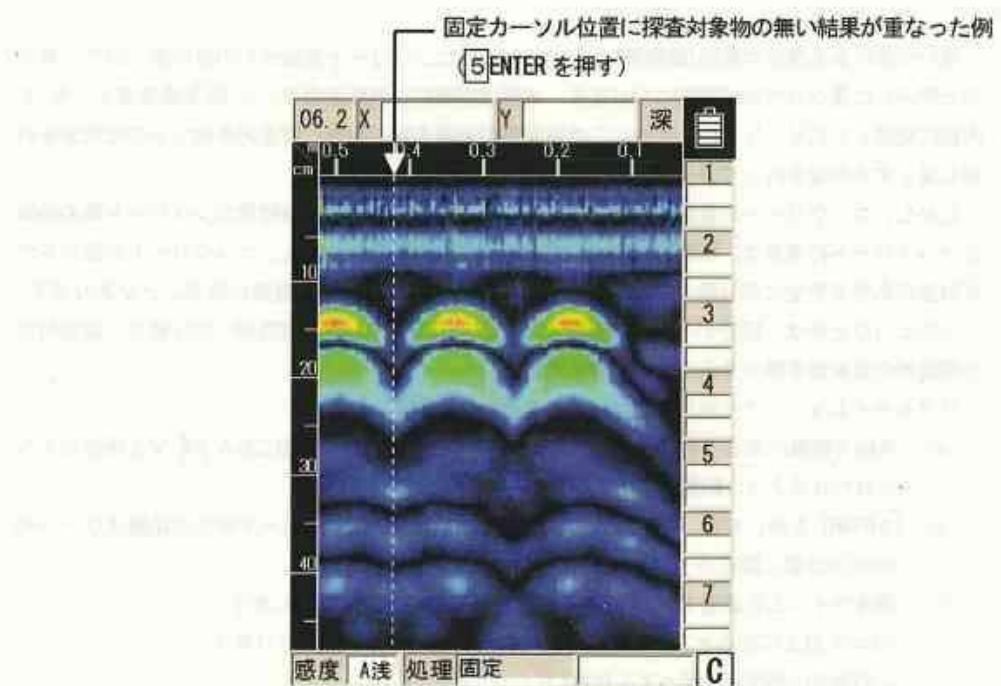

図3-9 リアルタイムマニュアル減算処理の実施
- Bモード表示の固定カーソル位置(図3-9参照)は、本器の後端部を示しており、探査中の鉄筋位置判読に利用することもできます。
- d) 固定カーソル位置に探査対象物の無い結果が重なった時、[5] ENTER を押します。(図3-9参照)